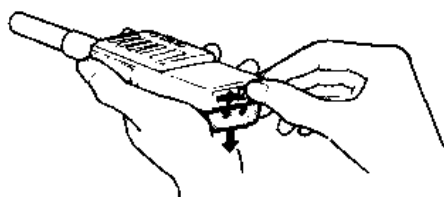

图 3-2
① 先根据箭头方向推动 LOCK 锁定键,然后卸下电池组件,如图 3-2